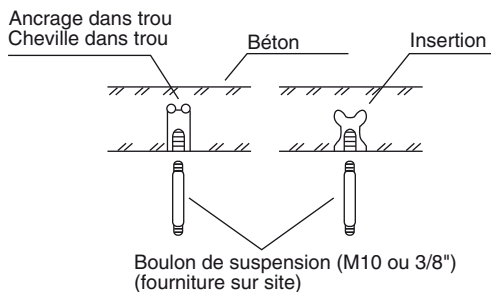
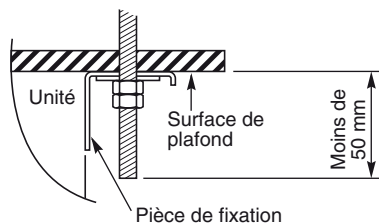

Fig. 3-6
Fig. 3-8
- (2) Percer les trous aux 4 points indiqués sur le schéma grandeur naturelle.
- (3) Selon le type de plafond:
- a) Insérer les boulons de suspension (Fig. 3-6).
- (4) Visser les boulons de suspension, en les laissant dépasser du plafond (Figs. 3-6 et 3-7). La partie exposée de chaque boulon doit être de longueur égale et d'environ 50 mm. (Fig. 3-8)